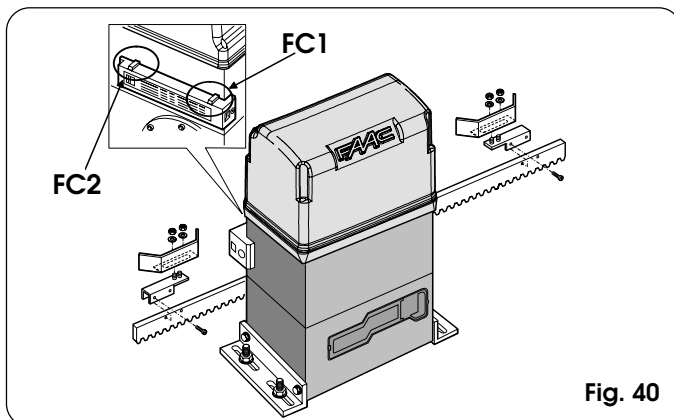

Fig. 40
- 1) Assemblare il finecorsa centrando il lamierino rispetto ai perni filettati del supporto (Fig. 40).